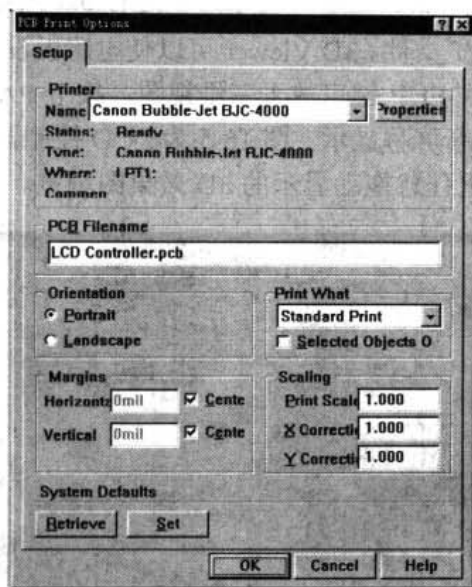

图 16-3 PCB Print Option (打印机设置) 对话框
- (3) 执行 File|Setup Printer 命令, 系统即弹出如图 16-3 所示的 PCB Print Options (打印机设置) 对话框。